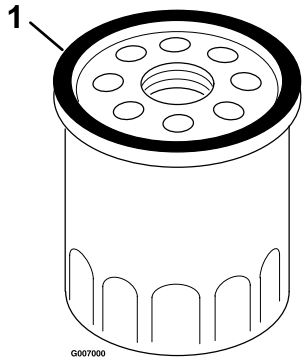

Figura 25
7. Utilice el dedo para cubrir de aceite la junta del filtro nuevo con aceite de motor Exmark 4-Cycle Premium nuevo (Figura 25).